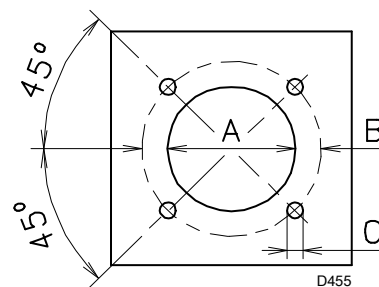

图 14
如图 14 (表 K) 所示, 在炉膛钢板上钻孔。可以用随燃烧器附带的隔热垫定位螺纹孔的位置。
- ▶ 将燃烧器整体安装到之前在锅炉钢板上已钻好的孔 (图 14) 上, 同时将随附螺丝拧紧。